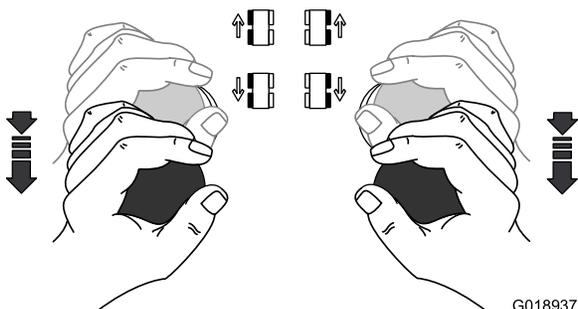

Figure 40
- Pour déplacer la machine en **marche arrière**, saisissez les deux leviers de commande de déplacement et tirez-les en arrière. Pour arrêter la machine, ramenez les leviers à la position point mort (Figure 40).